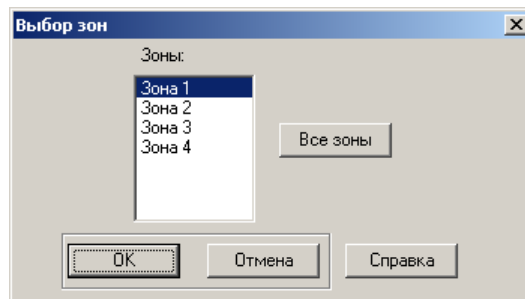

Рис.2.8.7. Окно диалога **Выбор зон**
- В открывшемся окне диалога **Выбор зон** (рис. 2.8.7) выполните следующие действия: